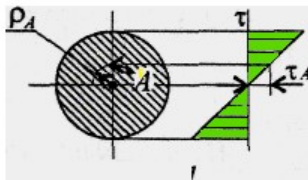

Рис.7.1
Распределение касательных напряжений по сечению при кручении (рис. 7.1)
Для заданного бруса (рис.7.1) построить эпюры крутящих моментов, рациональным расположением шкивов на валу добиться уменьшения значения максимального крутящего момента. Построить эпюру крутящих моментов при рациональном расположении шкивов. Из условия прочности определить диаметры валов для сплошного и кольцевого сечений,
2. Строим эпюру крутящих моментов. Значения крутящих моментов откладываем вниз от оси, т.к. моменты отрицательные. Максимальное значение крутящего момента на валу в этом случае 1000 Н·м (рис.7.1).